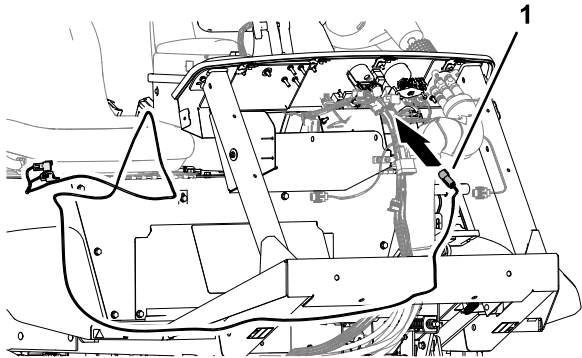

Figura 167
1. En la parte delantera de la máquina, alinee el conector de 4 pines del arnés del Bus ISO-CAN – 302 cm (119") marcado To ISOBUS hacia el panel de instrumentos (Figura 167).